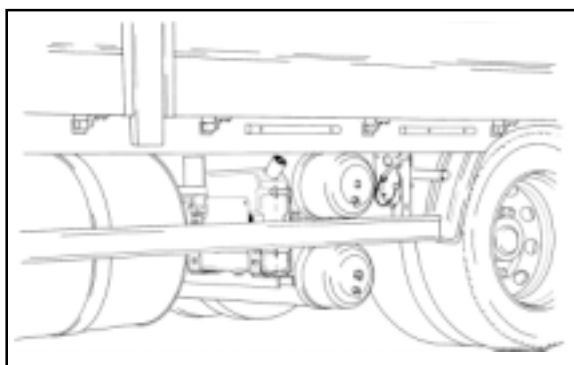

fig.15 Posición del Oilmaster
- Montar el Oilmaster con ayuda de la abrazadera de fijación estándar o con abrazaderas específicas del vehículo al chasis o a la cabina (fig. 15).